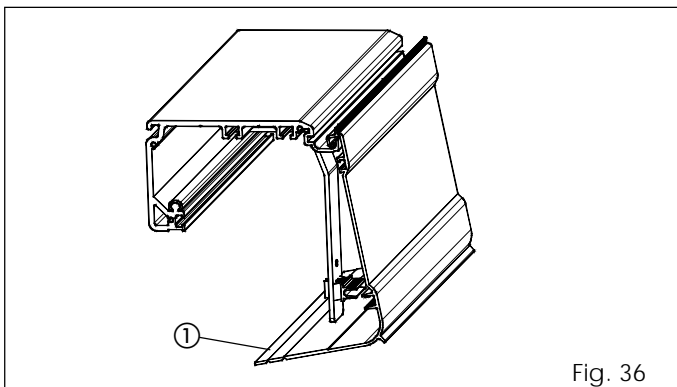

Fig. 36
- De kap wordt geblokkeerd ter hoogte van de beugels door middel van de haken (fig. 36).
- Breek het overtollige kapprofiel aan de onderkant af met een tang (fig. 36 ref. ①).